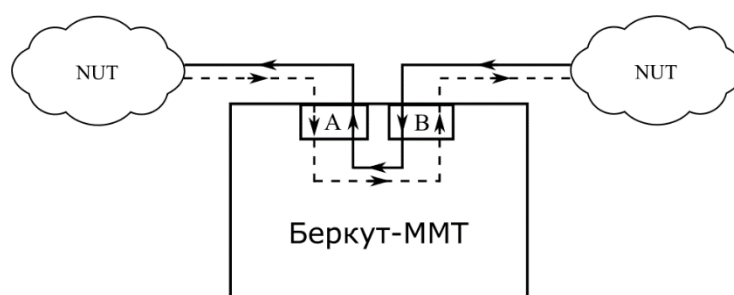
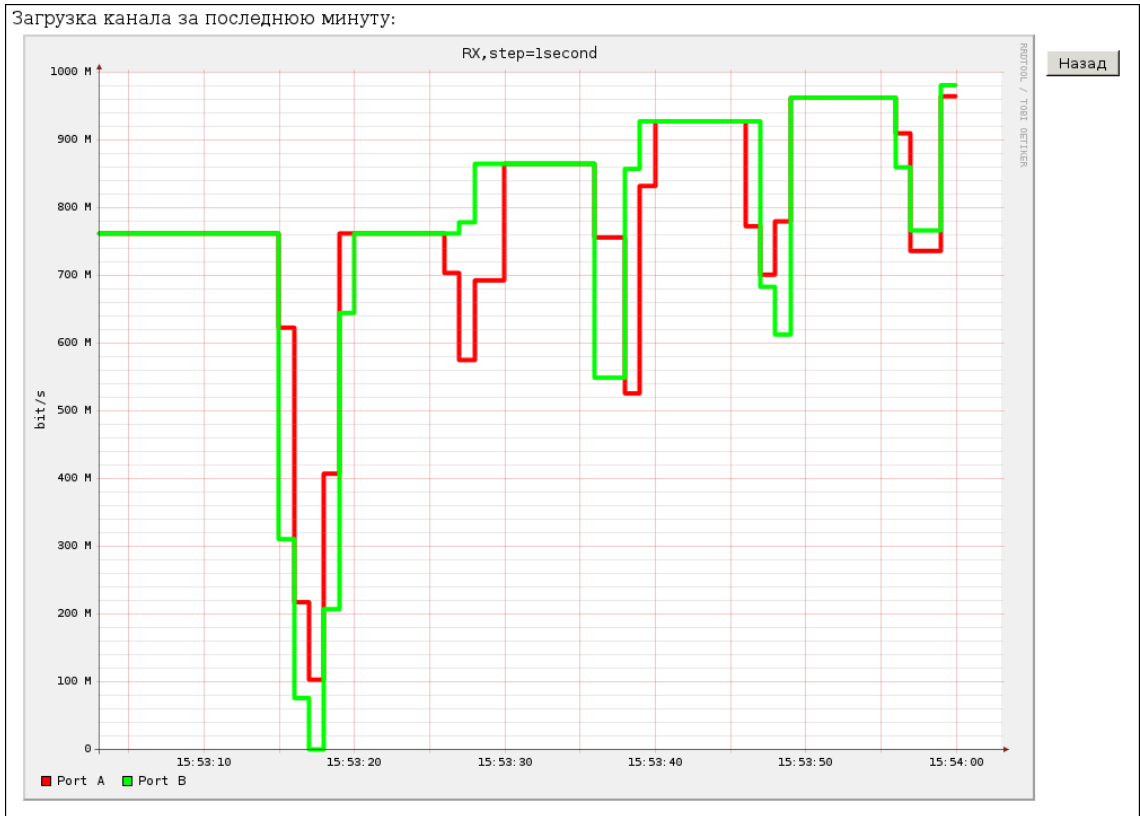

Рисунок 17.1. Подключение в режиме «Транзит»
Рисунок 17.2. График загрузки канала
1. Подключить прибор к тестируемой сети (см. рис. 17.1).
После выполнения вышеперечисленных действий трафик, приходящий на порт А(В) без изменений перенаправляется на порт В(А) (см. рис. 17.1). При этом выполняется сбор информации о нагрузке на приёмной части портов (см. рис. 17.2). Результаты доступны через WWW-интерфейс¹⁴.